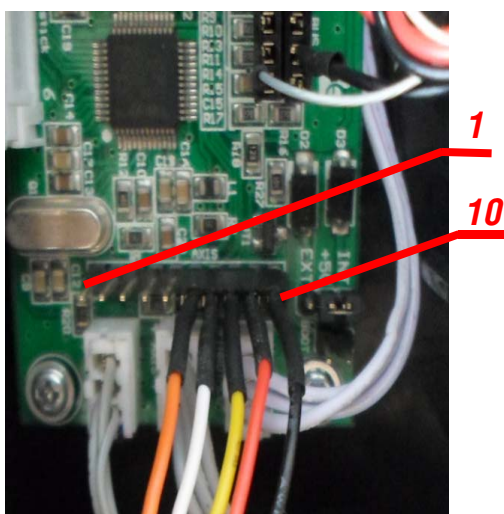

Рис. 2.5.
Рис. 2.5. Предлагаемое решение обеспечивает удобство монтажа и возможность оперативного отключения проводников. Однако допускается припаивать проводники непосредственно к контактам гребенки.
5. Подключите проводники от розетки к гребенке контактов на плате контроллера. На рис. 2.5. показано подключение проводов в одноцветной изоляции.